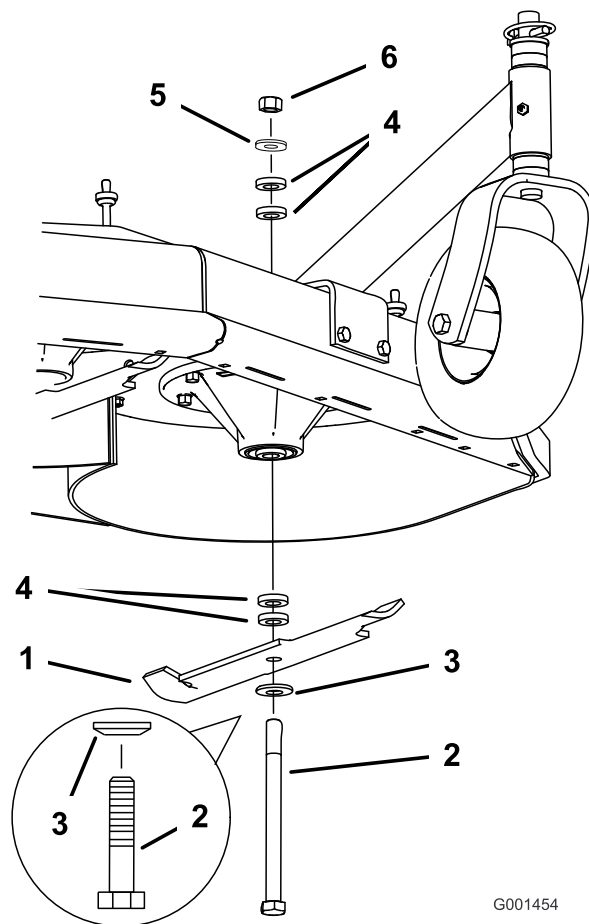
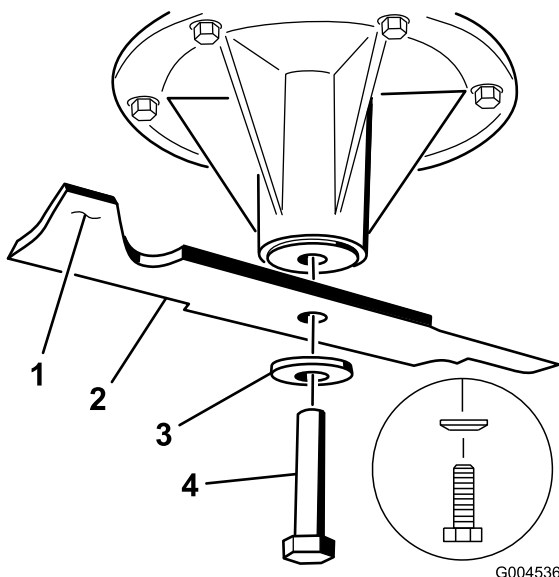

Figura 8
Figura 9
Importante: La costa della lama (cioè la sezione curvata verso l'alto) deve essere rivolta verso l'interno del tosaerba (Figura 8).
2. Montate le nuove lame sui fuselli con le rondelle e i bulloni della lama precedentemente rimossi (Figura 8 o Figura 9).
3. Solo per tosaerba con piatto di taglio fisso, serrate il bullone della lama a un valore compreso tra 101 e 108 Nm (Figura 8).
4. Per i tosaerba GrandStand e i tosaerba con piatto di taglio flottante, serrate il bullone della lama a un valore compreso tra 115 e 150 Nm (Figura 9).